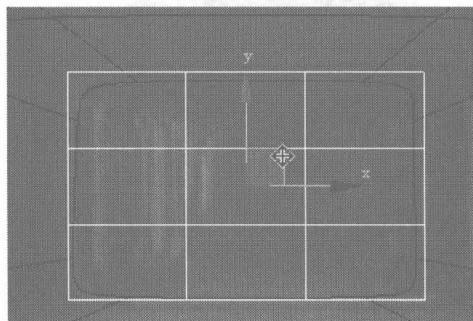
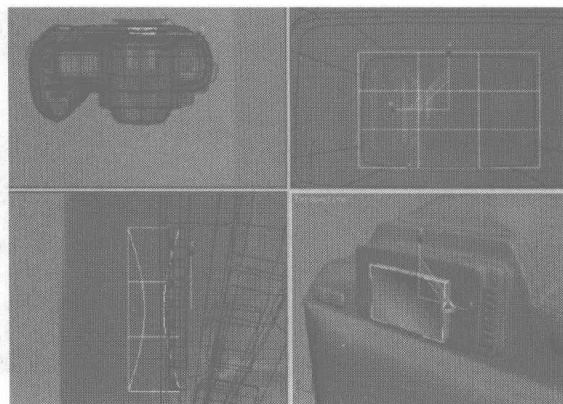

图 6.205
图 6.206
- 01** 在 Create 控制面板中单击 **Box** 按钮，在 Back 视图中建立一个如图 6.205 所示的 Box 物体，并将该物体转换为可编辑的多边形，对 Box 进行调整，如图 6.206 所示。